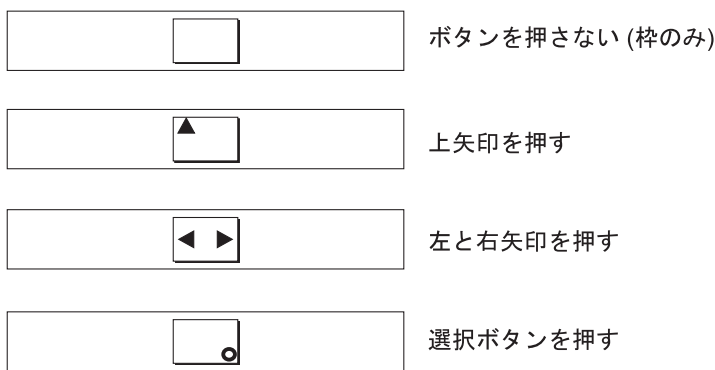

図 45. ボタンを押した場合のフロント・パネル表示
3. 上移動、下移動、左移動、右移動の各ボタンを押して、それらが作動していることを確認します。図 45 では、ボタンを押したときにフロント・パネルに表示される 4 つの例を示しています。ボタンのテストが完了したら、選択ボタンを 5 秒間押し続けて、テストを終了します。